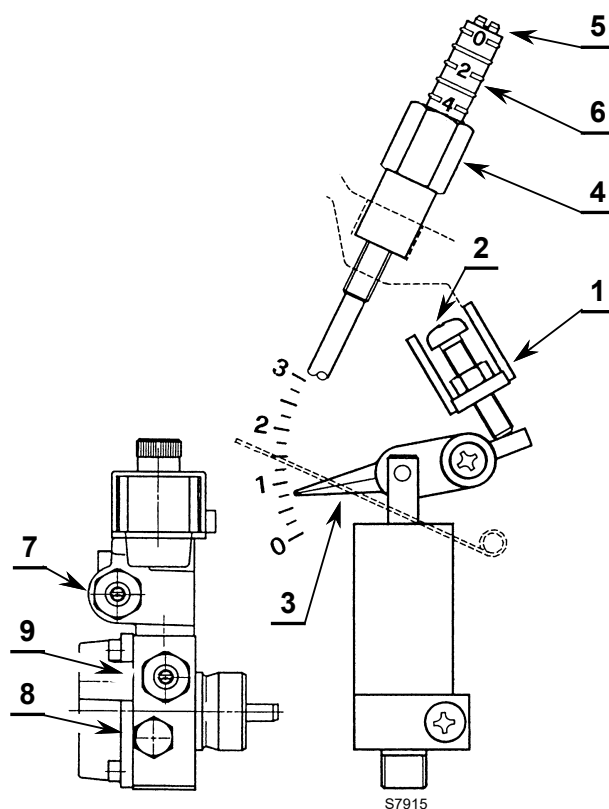

Fig. 13
- Allentare il dado 1)(Fig. 13), agire sulla vite 2)(Fig. 13) e portare l'indice 3)(Fig. 13) sulla posizione desiderata.
- A regolazione ultimata riavvitare il dado 1)(Fig. 13).
Se necessario, ritardare la pressione agendo sulla vite 7)(Fig. 13). Il manometro per il controllo della pressione va montato al posto del tappo 8)(Fig. 13).
- Allentare il dado 4)(Fig. 13), agire sulla vite 5)(Fig. 13) e portare l'indice 6)(Fig. 13) sulla posizione desiderata.
- A regolazione ultimata riavvitare il dado 4)(Fig. 13).
Se necessario, ritardare la pressione agendo sulla vite 9)(Fig. 13). Il manometro per il controllo della pressione va montato al posto del tappo 8)(Fig. 13).